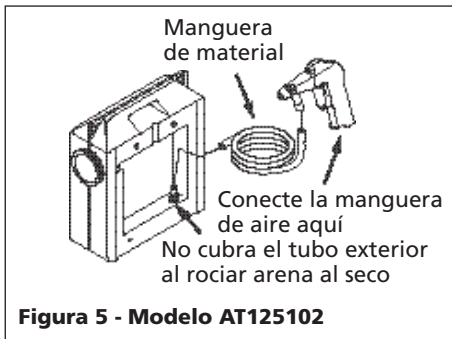

Figura 5 - Modelo AT125102
1. Conecte la manguera de material al conector de la manguera. Conecte el otro extremo de la manguera de material a la pistola (Vea la Figura 5). Nunca asegure la manguera con abrazaderas.